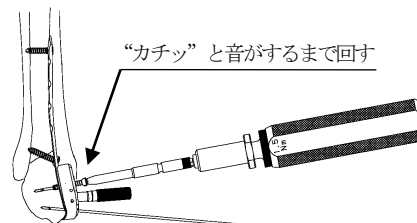

図20
7) ヘクスローブ15中空パワービンドライバーの後端にトルクリミッター付きハンドル1.5を接続し、13 ガイドピンを介して、軸芯を傾けないよう選択した長さの3.0 ロッキングスクリュー (T) (中空) を挿入します。(図20)